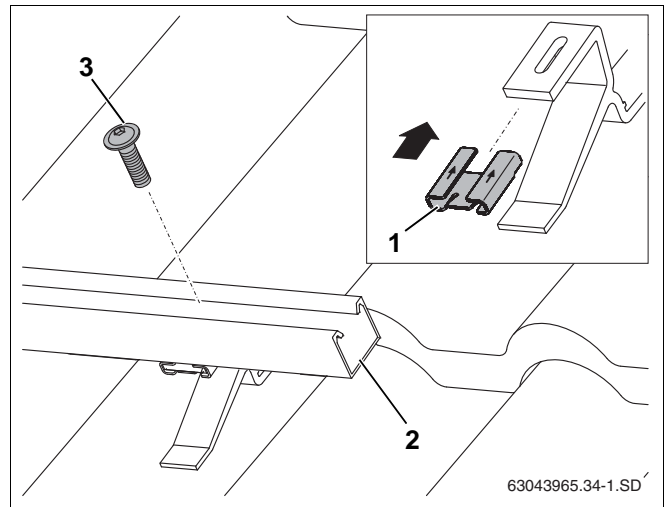

Fig. 32 Fastgøring af profilskinner på tagkrogen
- ▶ Skub skydemøtrikken (fig. 32, **pos. 1**) i pilens retning på tagkrogen.
- ▶ Læg de nederste profilskinner (fig. 32, **pos. 2**) på tagkrogen, og stram skruen M8 (fig. 32, **pos. 3**) en smule, så profilskinnerne stadig kan justeres.